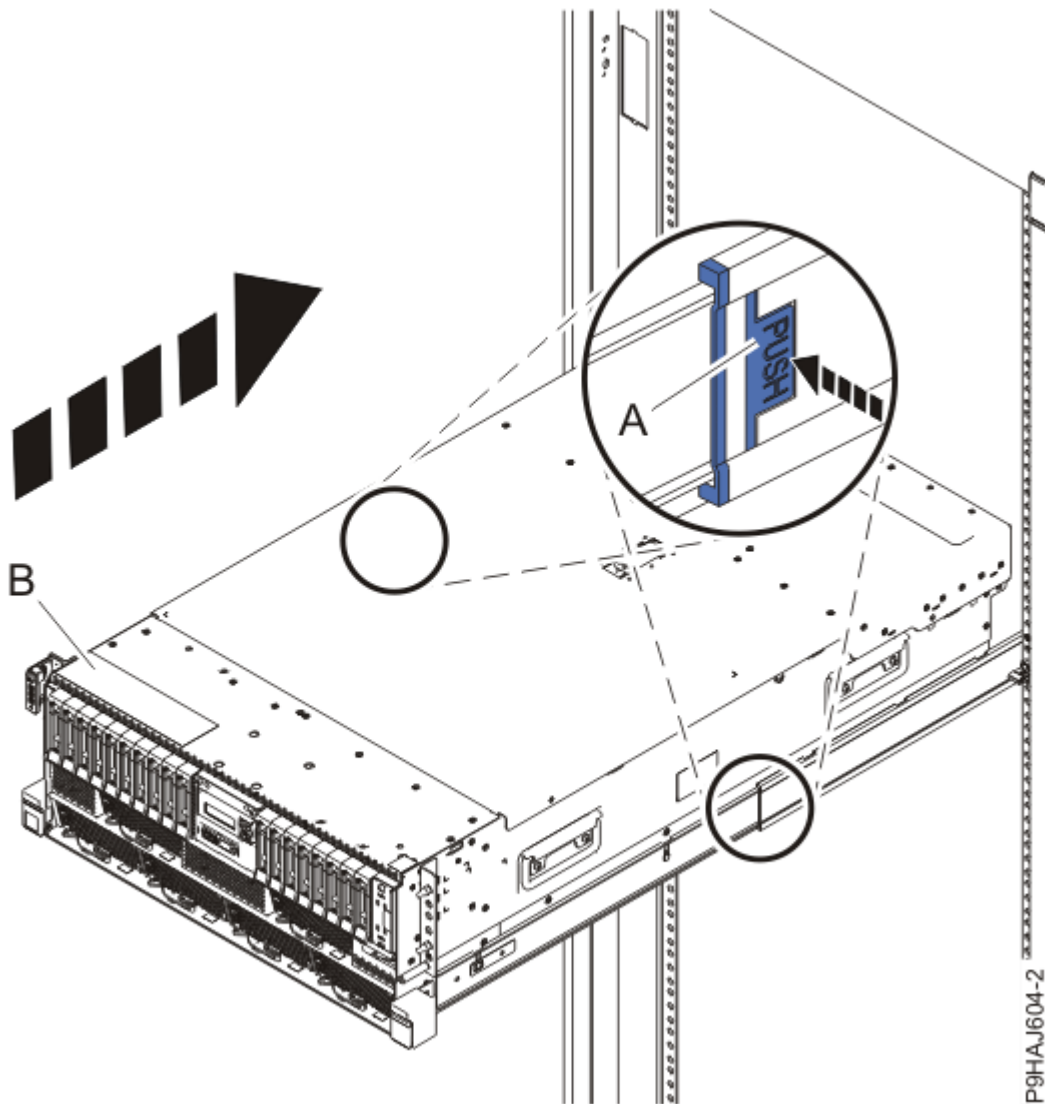

Abbildung 17. System in die Betriebsposition bringen
3. Entsperren Sie bei einem Einschubsystem die blauen Schienensicherungsverriegelungen (**A**), indem Sie sie nach innen drücken (siehe Abbildung 17 auf Seite 24).